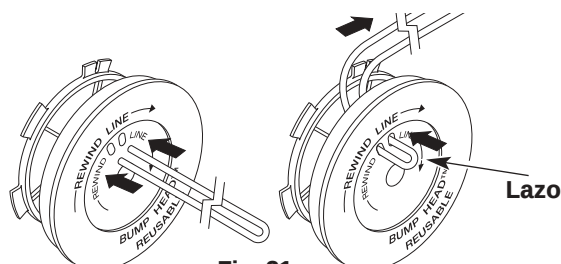

Fig. 31
6. Tome aproximadamente 25 pies (7.6 m) de nueva línea de corte, enlázela en dos longitudes iguales. Inserte cada extremo de la línea a través de uno de los dos orificios del carrete interior (Fig. 31). Pase la línea a través del carrete interior de modo que el lazo sea lo más pequeño posible.